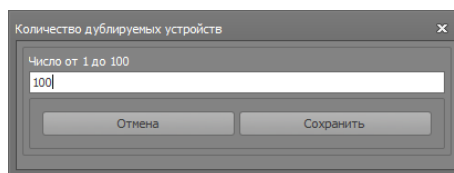

Рисунок 109
- В случае создания N дубликатов, введите количество создаваемых корневых устройств в открывшемся окне (Рис. 109)